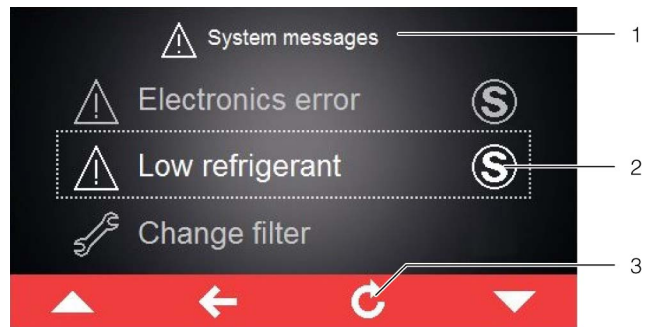

Bild 46: Bildskärm med felmeddelanden
Om ett felmeddelande föreligger, som inte kan åtgärdas av operatören själv och inte återställs av sig självt, visas bakom felmeddelandet samt i manöverpanelen bredvid symbolen för systemmeddelanden symbolen "Service" Ⓢ (bild 46, pos. 2).